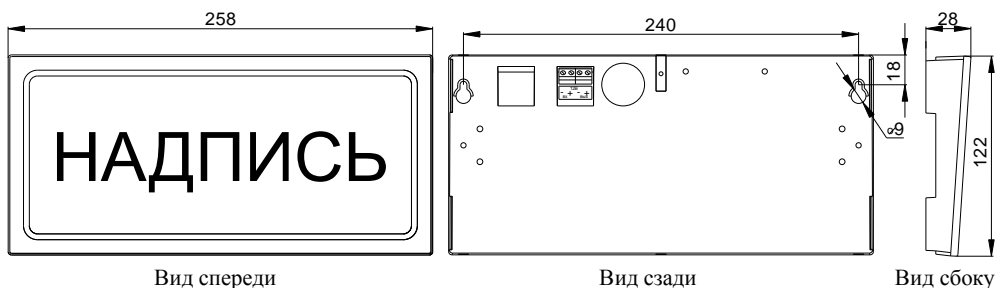

Рис.1 Внешний вид, габаритные и установочные размеры корпуса оповещателя
Габаритные размеры, мм	см.рисунок 1
- согласно установочным размерам (см. рисунок 1) просверлить в стене отверстия, вставить в них дюбеля и вкрутить шурупы;